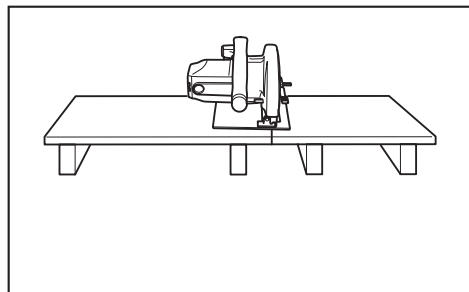
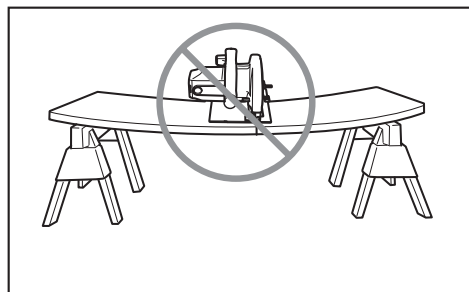

图1
图2
8. 支撑大面板（图1和图2）。
必须按图1所示支撑大面板，以降低锯片收缩和反弹的可能。
10. 避免反弹。（图1和3）
保持锯片锋利。如图1所示支撑大面板。进行切锯时，请使用切锯导板或直刃导板。请勿对工具用力过大。请小心操作，保持警惕。